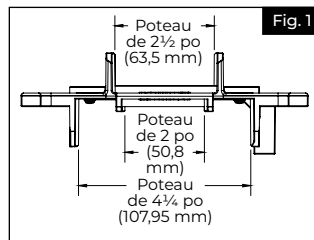

Fig. 1
- The RDI Railing® Aluminum Railing BracketPro™ Installation Tool can be used on 2", 2½", and 4¼" posts for Avalon® and VersaRail® aluminum railing installations (Fig. 1).
- L'outil d'installation BracketPro^{MC} pour rampes en aluminium de RDI Railing^{MD} peut être utilisé sur des poteaux de 2 po (50 mm), 2½ po (63,5 mm) et 4¼ po (114,3 mm) pour les installations de rampes en aluminium Avalon^{MD} et VersaRail^{MD} (Fig. 1).
- La herramienta de instalación para travesaños de aluminio BracketPro™ de RDI Railing® puede utilizarse en postes de 2", 2½" y 4¾" para instalaciones de barandales de aluminio Avalon® y VersaRail® (Fig. 1).